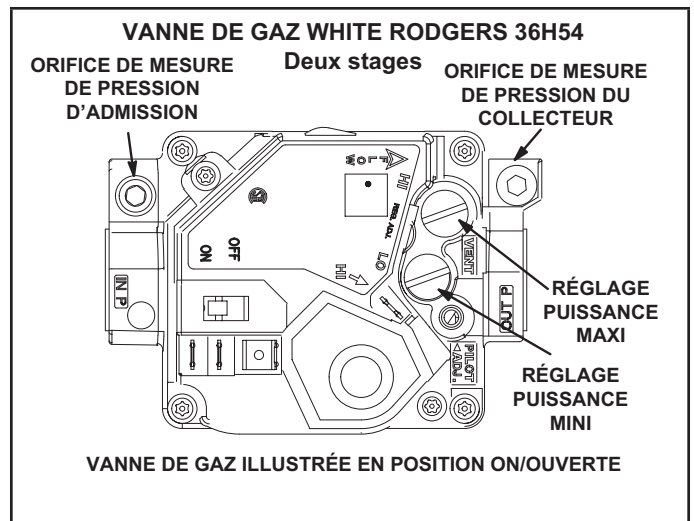
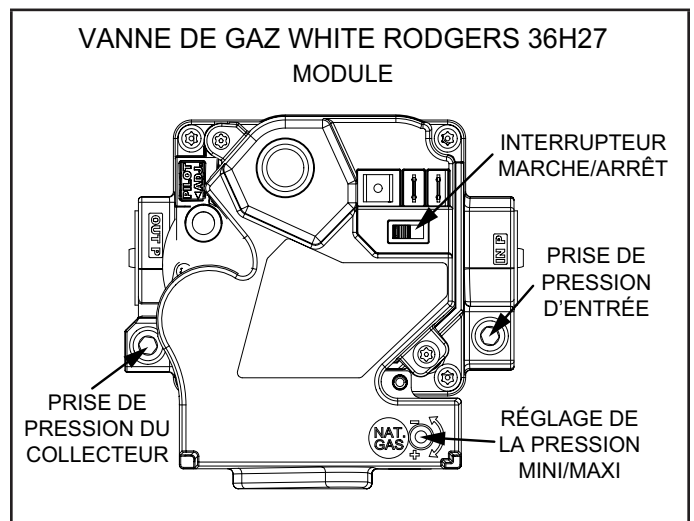

FIGURE 26
FIGURE 27
- 5 - Mettez l'interrupteur de la vanne de gaz sur **OFF/FERMÉE**. Reportez-vous à la FIGURE 26 et à la FIGURE 27.
- 6 - Attendez cinq (5) minutes pour vous assurer que tout le gaz a eu le temps de se dissiper. En cas d'odeur de gaz, **ARRÊTEZ!** Appelez immédiatement le fournisseur du gaz depuis chez un voisin et conformez-vous à ses instructions. S'il n'y a pas d'odeur de gaz, passez au point suivant.
- 7 - Mettez l'interrupteur de la vanne de gaz sur **ON/OUVERTE**. Reportez-vous à la FIGURE 26 et à la FIGURE 27.
Sur la vanne White Rodgers 36H54 et 36H27 (FIGURE 26 et FIGURE 27), la pression d'alimentation peut être mesurée en retirant la vis à tête hex. de 1/8 po. Retirez la vis à tête hex. de 1/8 po et installez un raccord ébarbé. Connectez un tube entre le raccord ébarbé et l'appareil de mesure pour mesurer la pression d'alimentation.
Sur les vannes White Rodgers 36H54 et 36H27 (FIGURE 26 et FIGURE 27), retirez le raccord ébarbé de pression d'alimentation et remettez la vis à tête hex de 1/8 po.
Pour mesurer la pression du collecteur avec une vanne White Rodgers 36H54 et 36H27 (FIGURE 26 et FIGURE 27), retirez la vis à tête hex de 1/8 po, installez un raccord ébarbé de 1/8 po et installez un tube entre le raccord ébarbé et le côté « + » de l'appareil de mesure.
- 4 - Si nécessaire, réglez la pression du collecteur. La FIGURE 26 et la FIGURE 27 indiquent l'emplacement des vis de réglage.